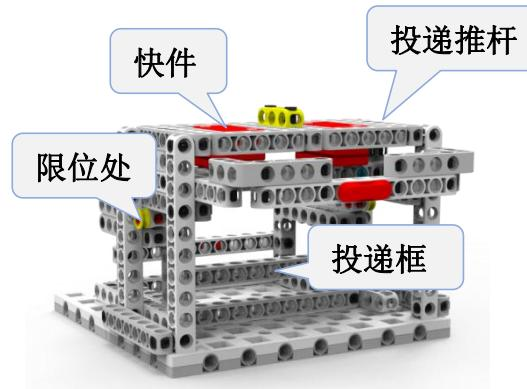

图 12 快件投递初始状态示意图
3.5.1 快件投递的初始位置位于地图上的快件投递位置上，快件在模型快件框内，投递框处于限位器处。红色箭头指示方向为正面朝向；如图 12 所示。